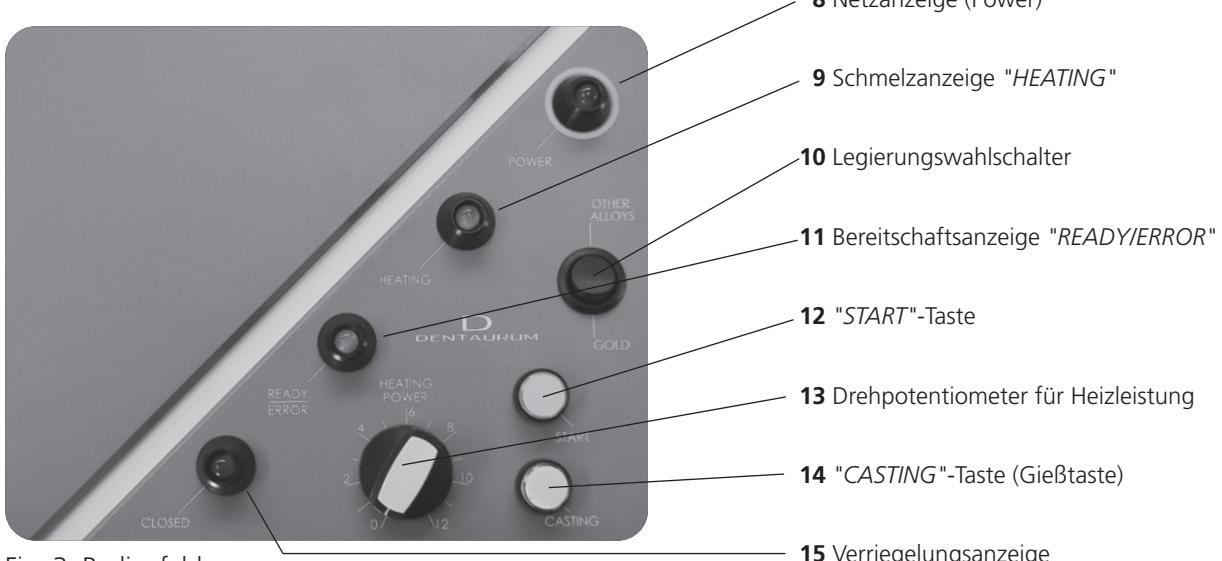

Fig. 3: Bedienfeld
- Die Induktionsspule (Fig. 4, Pos. 18) als Wärmequelle befindet sich im unteren Bereich der Kammer und wird nach Positionieren des Schleuderarmes durch Drücken der „START“-Taste (Fig. 3, Pos. 12) hochgefahren.
- Der Schmelzprozess wird durch Drücken der „CASTING“-Taste (Fig. 3, Pos. 14) abgeschlossen.
- Wenn der Wasserkreislauf ordnungsgemäß zirkuliert, leuchtet die grüne Bereitschaftsanzeige „READY / ERROR“ (Fig. 3, Pos. 8) auf.